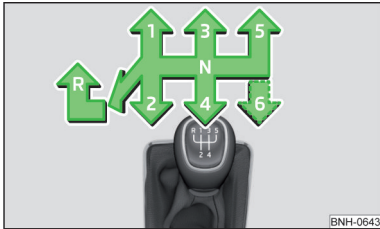

Abb. 109
Auf dem Schalthebel ist das Schaltschema für die einzelnen Gangstellungen dargestellt » Abb. 109.
- Den Schalthebel nach unten drücken, völlig nach links und dann nach vorn in **R**-Stellung stellen » Abb. 109.